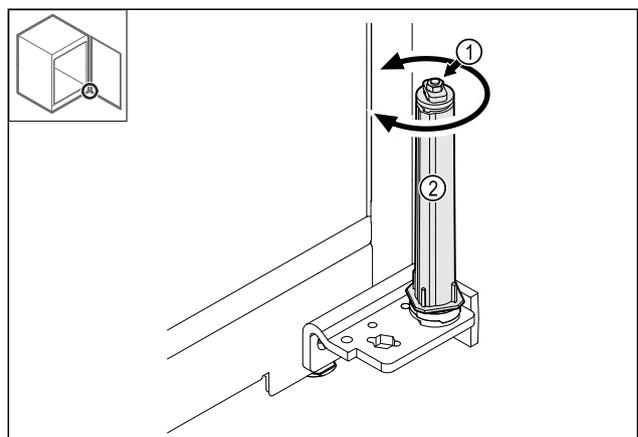

Fig. 40
- No desmontar la unión atornillada Fig. 40 (1) del sistema de cierre.
- Girar el sistema de cierre Fig. 40 (2) hasta que haga clic.